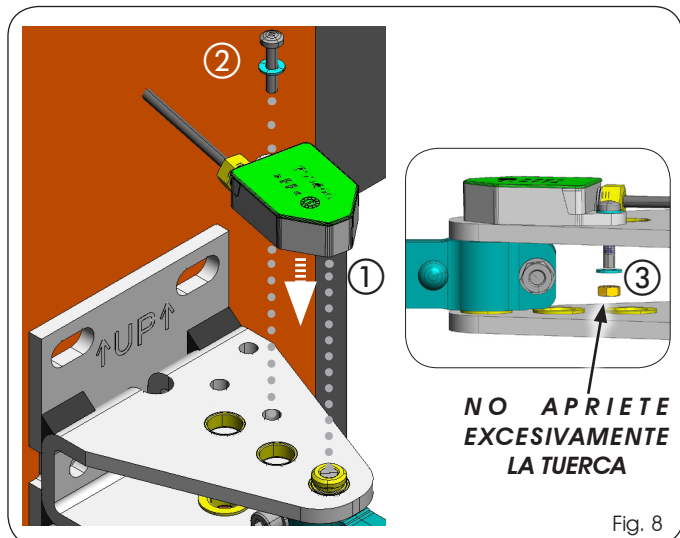

Fig. 8
3. Monte el encoder en la abrazadera trasera, procurando que esté correctamente acoplado en el perno, y fíjelo con el tornillo y la tuerca suministrados. (Fig. 8 ref. ① ② ③).